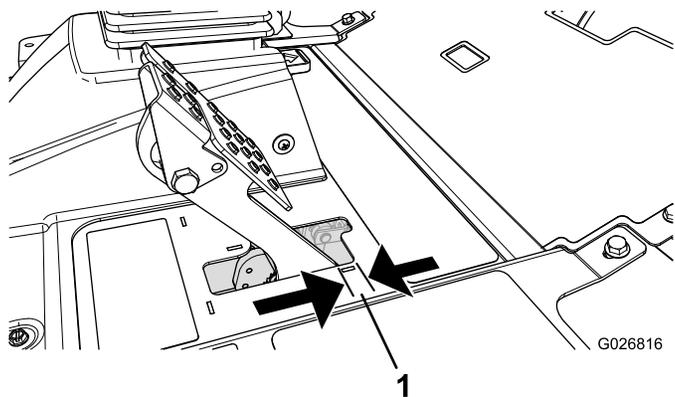

图68
当刹车踏板的自由行程图68超过 25cm 时或需要施加更大保持力时应调节刹车。自由行程是您感到刹车阻力之前刹车踏板移动的距离。
2. 紧固后螺母向后移动拉线直到刹车踏板的自由行程图68达到 6.312.7mm 然后锁定车轮。